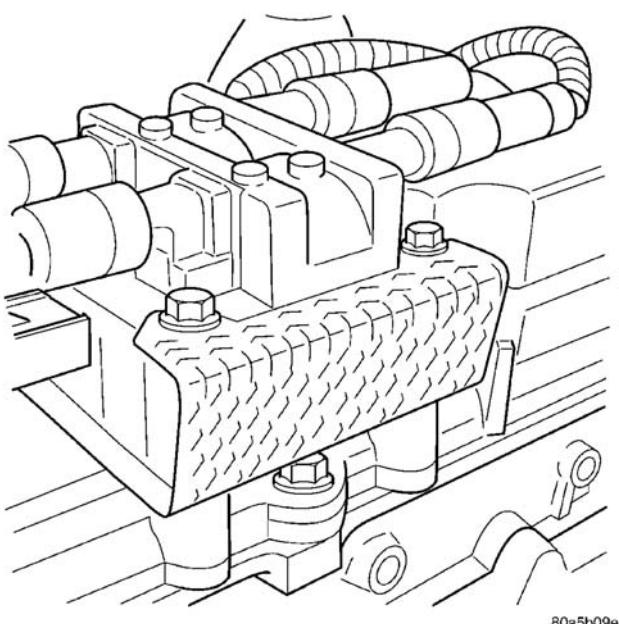
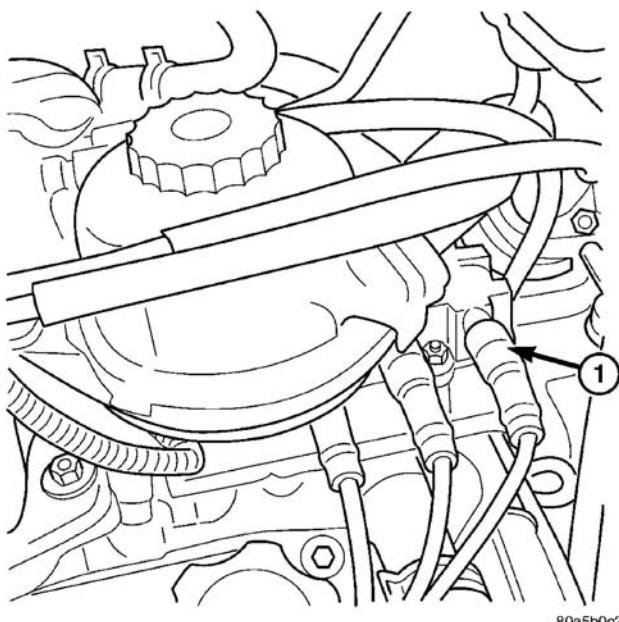

图 9 点火线圈-2.4L
图 10 点火线圈-3.3/3.8L
如果要把拆下的传感器重新安装回去，请清除传感器表面的旧垫片。安装之前必须把新垫片连接在表面上。检查 O 形环是否损坏，视需要加以替换。如果要替换传感器，请确定将纸制隔环连接至表面，而且要把 O 形环放到新传感器的凹槽上（图 9）。
点火线圈组件由模制在一起的 2 或 3 个独立线圈组成（图 9）或者（图 10）。3.3/3.8L 的线圈组件装配在进气歧管上。2.4L 的线圈组件装配在气缸盖罩上。火花塞高压线从线圈连接到各气缸。
- (1) 断开蓄电池负极电缆。
- (2) 从线圈组上断开电线插接器。
- (3) 拆卸线圈组固定螺栓。
- (4) 拆卸线圈组与隔热层 (图 9)。